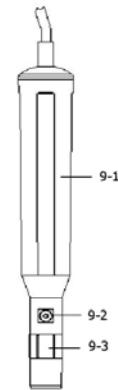

Fig. 6
- 1)Desenrosque el "Cabezal de la sonda" (9-3, Fig 6).
- 4)Sujete el "Cabezal de la sonda" (9-3, Fig 6) al cuerpo de la sonda.